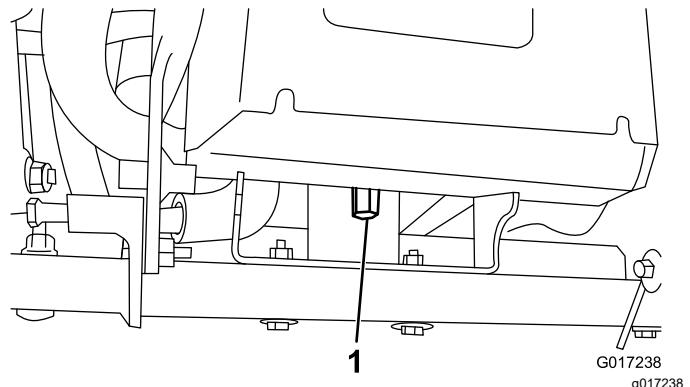

図3
3. バッテリープラットフォームの後部をマシンのフレームに固定している背の高いナットを外す図3。